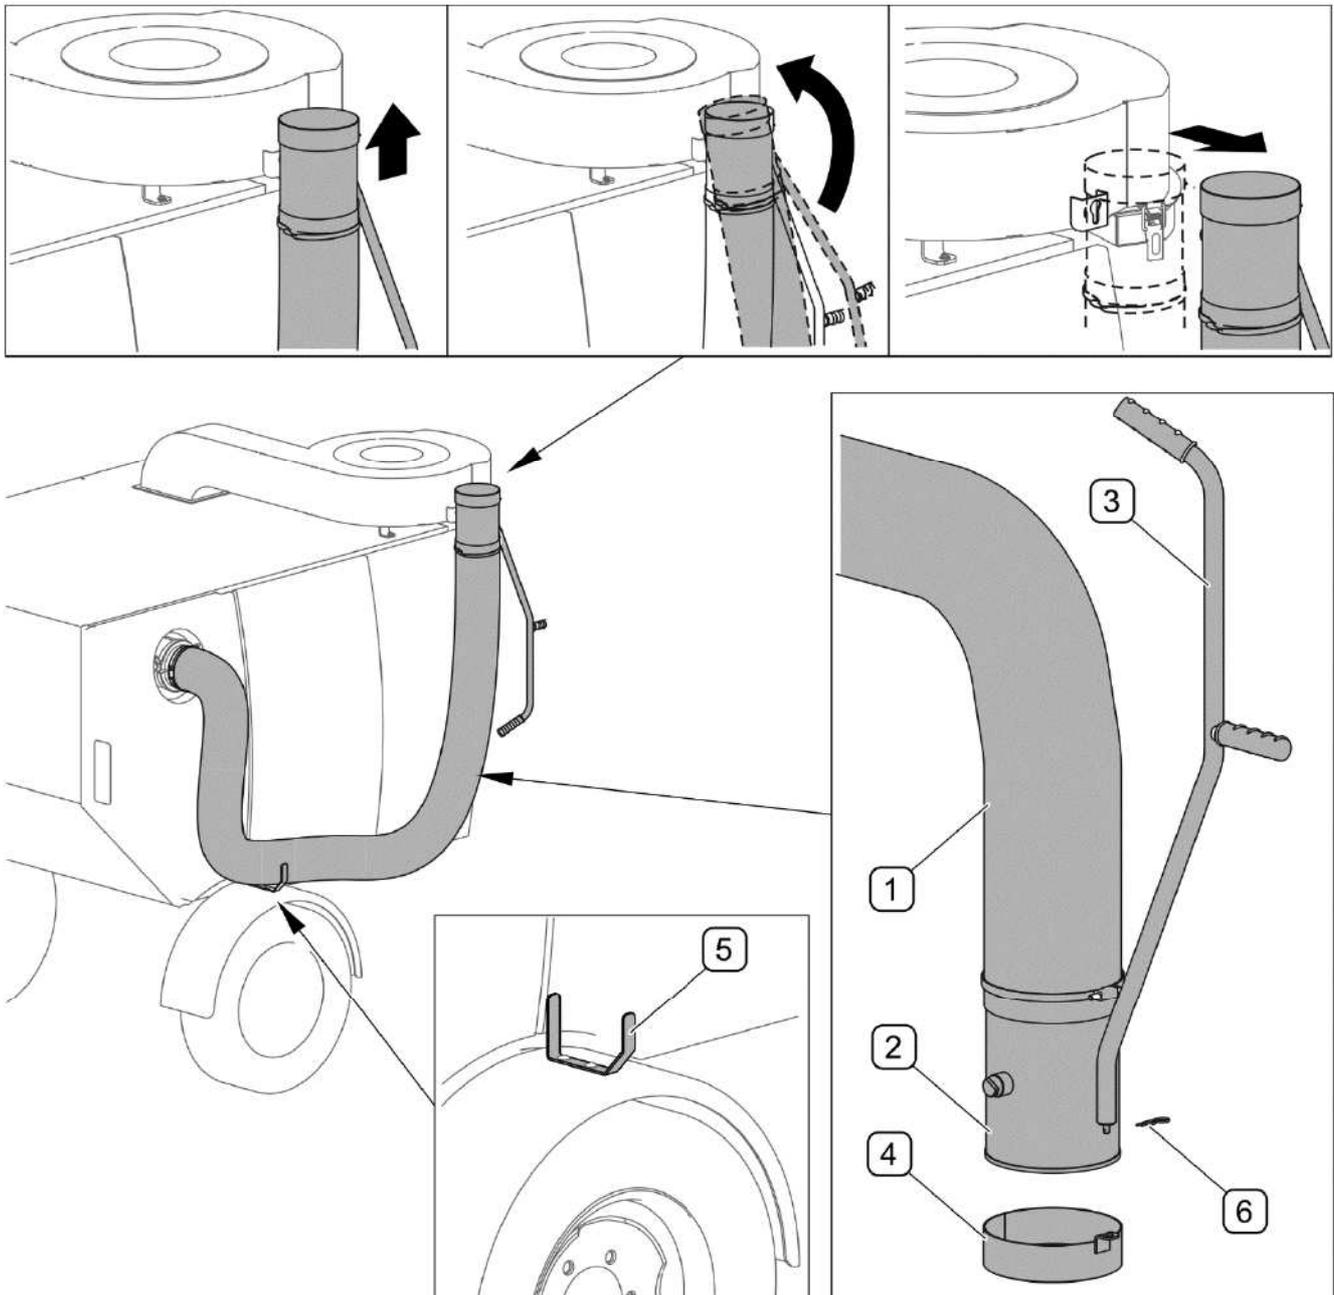

FIGURE 4.19 Dispositif de ramassage des feuilles
(1) - la gaine d'aspiration; (2) - l'embout aspirant; (3) - la poignée; (4) - le capot; (5) - le support; (6) - la goupille de sécurisation
Le dispositif latéral de ramassage des feuilles (FIGURE 4.19) est composé de la gaine d'aspiration (1), de l'embout aspirant (2) avec la poignée (3), du capot (4) sécurisé par une goupille (6). L'embout d'aspiration (2) doit être fixé du côté droit sur le carter du dispositif d'évacuation des poussières, appelé le cyclone. Le support (5) installé sur le pare-boue droit sert à maintenir le tube aspirant (1).